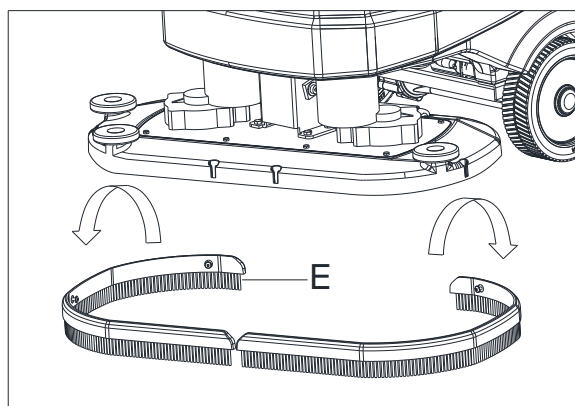

Figura 19
2. Remover a proteção contra respingos como (E, Figura 19) e limpá-la (apenas para máquina de disco)